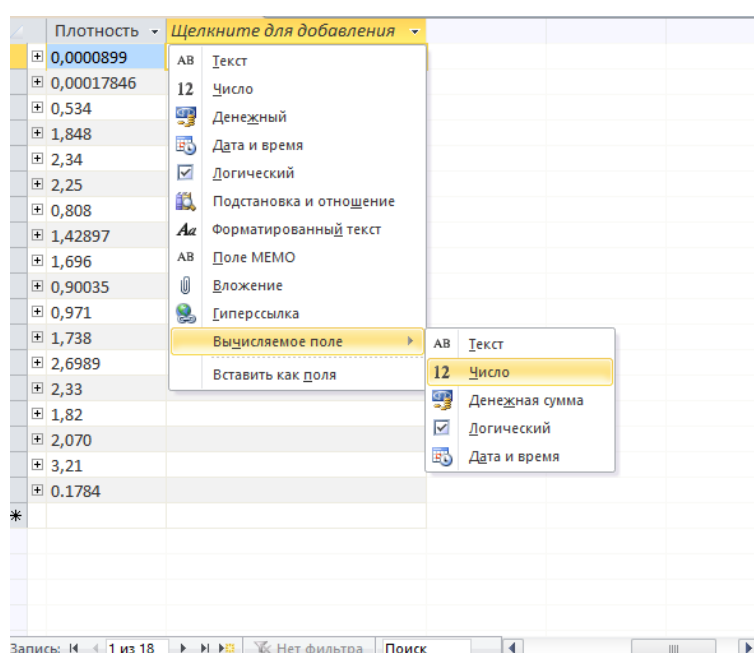

Рисунок 69 - Создание вычисляемого поля
3. В появившемся списке выберите пункт *Вычисляемое поле* и укажите тип данных результата – *Число* (рисунок 69) .